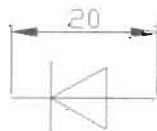

图 8-82
(2) 过三角形左侧顶点绘制适当长度的垂直线, 这样就完成了二极管的绘制, 效果如图 8-82 所示。